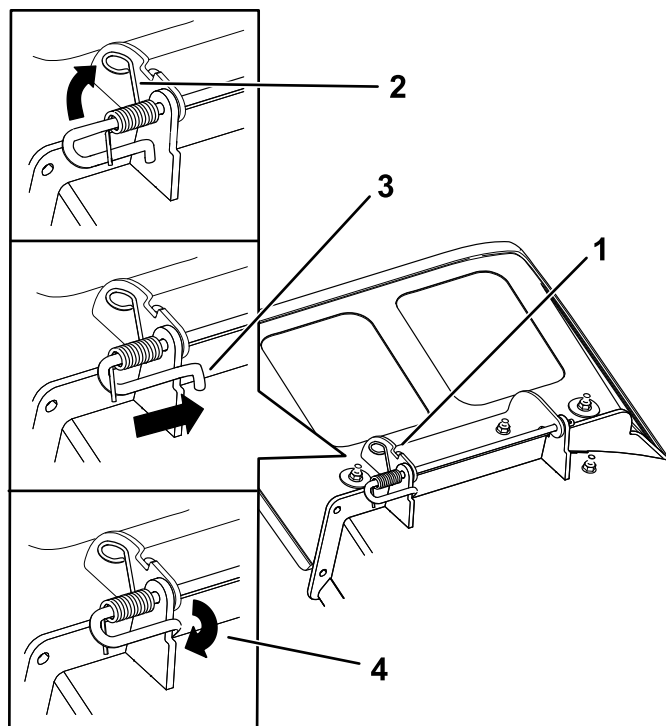

Figura 79
soldados de la carcasa, según se muestra en la Figura 79.
6. Coloque el muelle en la varilla, tal y como se muestra en la Figura 79, de modo que el extremo más corto del muelle suba desde debajo de la varilla antes de la curva y pase por encima de la varilla después de la curva.
7. Levante el extremo del muelle que tiene bucle y colóquelo en la muesca del soporte del deflector (Figura 79).
8. Fije el conjunto de varilla y muelle torciéndolo de manera que el extremo corto de la varilla se coloque detrás del soporte delantero que está soldado a la carcasa (Figura 79).